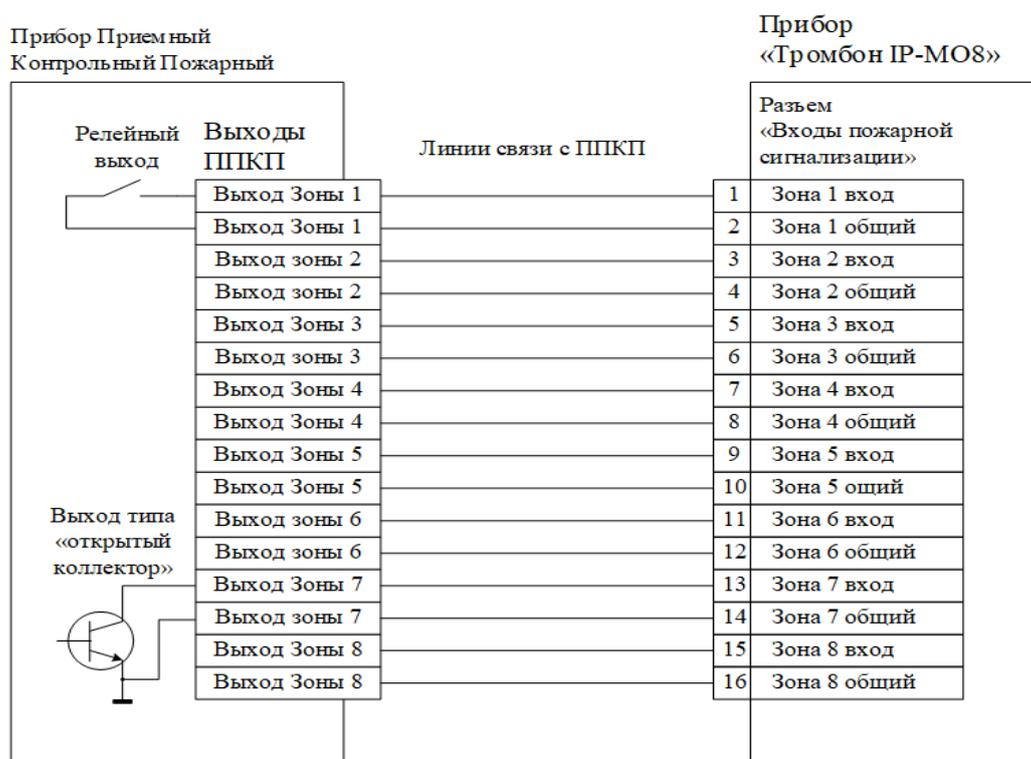

Рисунок 7 - Без обеспечения контроля линий связи.
- Вариант 2, аналогового подключения, используется при отключенном контроле исправности линий связи. Схема подключения входов прибора к выходам ППКП без контроля исправности линий связи (Рисунок 7). Параметры сигналов на входах пожарной сигнализации прибора при отключенной системе контроля исправности линий связи должны быть следующими: